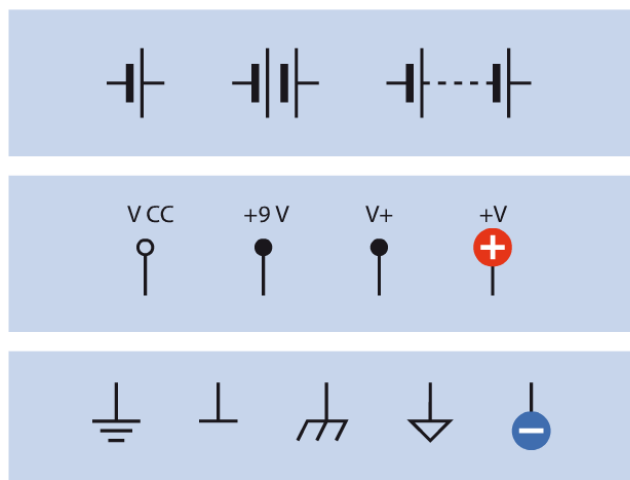

Figure 2-42. Les différentes façons de représenter une alimentation à courant continu.
L'alimentation en courant continu (CC) d'un circuit peut être représentée de différentes manières. La partie haute de la figure 2-42 montre les symboles d'une pile. La ligne la plus courte indique le pôle négatif et la plus longue indique le pôle positif. Traditionnellement, on représente une pile de 1,5 V par une seule paire de lignes, deux paires signifient qu'il s'agit d'une pile de 3 V et ainsi de suite. Toutefois, quand des circuits comprennent des tubes électroniques utilisant des tensions élevées, le dessinateur du schéma reliera par une ligne pointillée deux symboles élémentaires, au lieu d'en représenter des douzaines.
Le symbole d'une pile peut être utilisé dans un schéma simple. Plus souvent, les pôles positif et négatif d'une pile sont représentés par des symboles séparés (au centre et en bas de la figure 2-42). Le pôle positif est représenté dans une partie du circuit et identifié par V_{CC} , V_{CC} , $V+$, $+V$ ou $+V$ suivi d'un nombre indiquant la tension.
Le pôle négatif peut être représenté par les symboles de la partie basse de la figure 2-42. On le nomme pôle négatif, masse ou terre. Comme plusieurs parties d'un schéma doivent se partager le potentiel de la masse, des symboles différents peuvent se trouver disséminés dans le schéma.